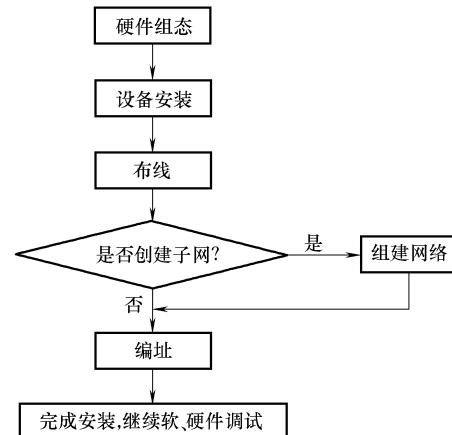

图 2-13 S7-300/400 系列 PLC 的安装步骤
S7-300/400 的安装顺序步骤如图 2-13 所示。
按照图 2-13 的顺序，我们以 S7-300 安装为例，讲述其硬件组态。“组态”指的是在站配置机架 (HW Config) 窗口中对机架、模块、分布式 I/O (DP) 机架以及接口子模块等进行排列。使用组态表示机架，就像实际的机架一样，可在其中插入特定数目的模块。